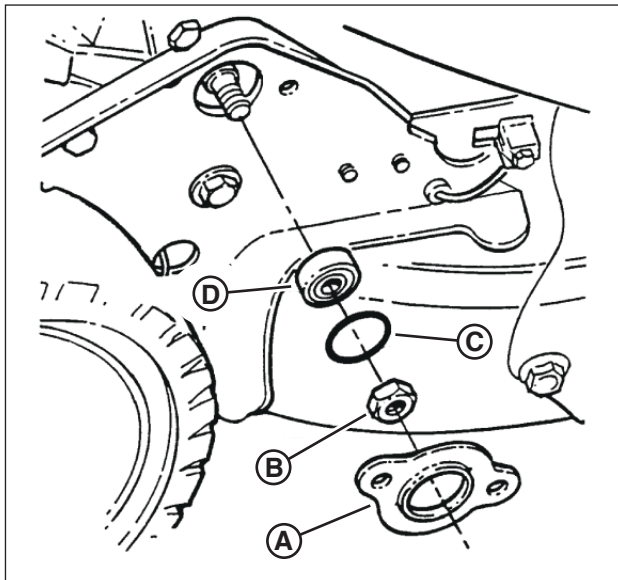

Figura 32: Reemplazo del cojinete del eje hexagonal
2. Retire la contratuerca hexagonal de 3/8" (**B**, **Figura 32**), ubicada en el exterior del soporte derecho de la rueda.